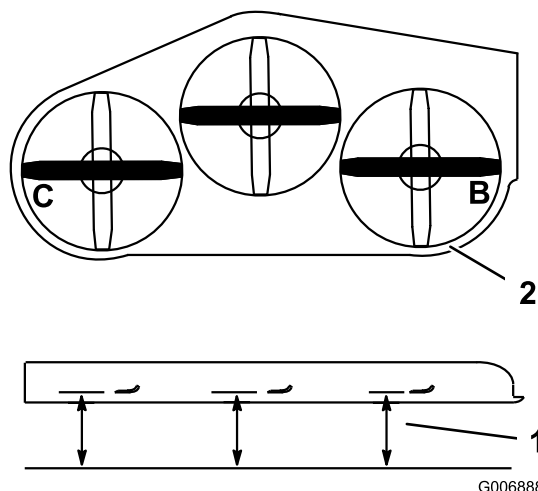

Figura 72
2. Mida en las posiciones **B** y **C** desde una superficie nivelada hasta el filo de corte de los extremos de la cuchilla (Figura 72).